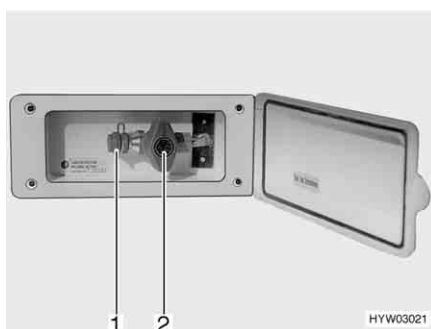

Fig. 46 Presa gas esterna, rubinetto di arresto del gas chiuso
La presa gas esterna (Fig. 46) si trova, a seconda del modello, nella parte posteriore o sul lato destro o sinistro del veicolo.
- Collegare l'apparecchio a gas esterno all'attacco (Fig. 46,1).
- Aprire il rubinetto di arresto del gas (Fig. 46,2).